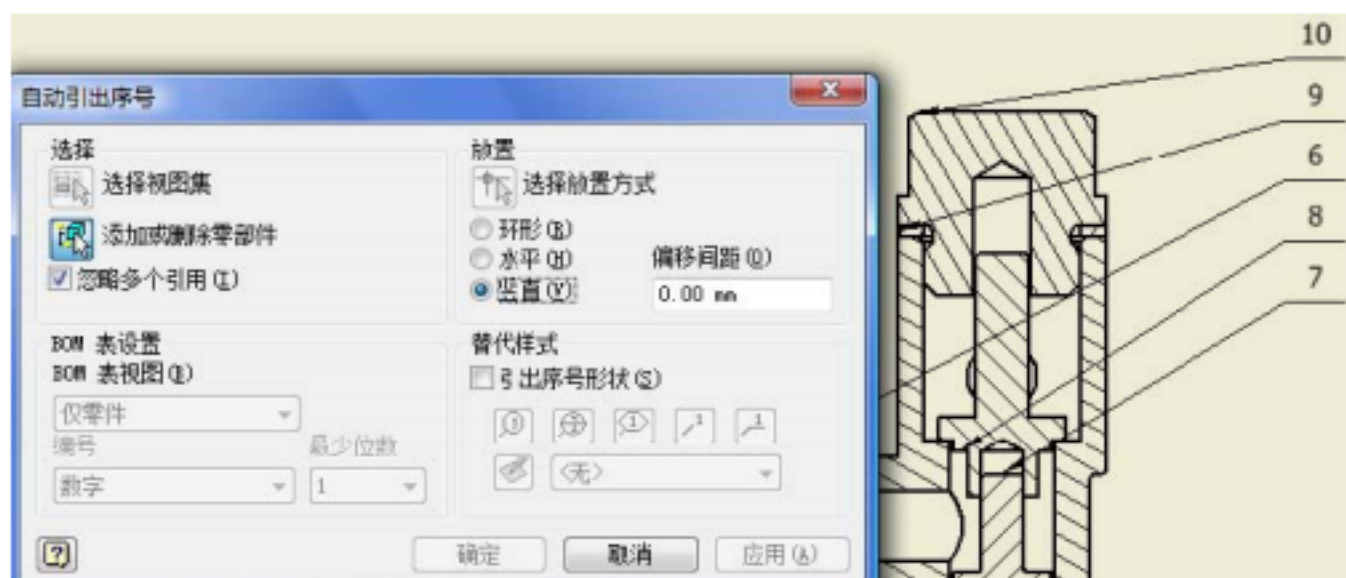

图5-66 选视图、选零件、放置方式
③ 在“自动引出序号”对话框中，单击“选择视图集”按钮，并选择需标注序号的视图。单击“添加或删除零部件”按钮，并增减需标注序号的零部件；单击“选择放置方式”按钮，并在工程图上单击放置位置，如图5-66所示。